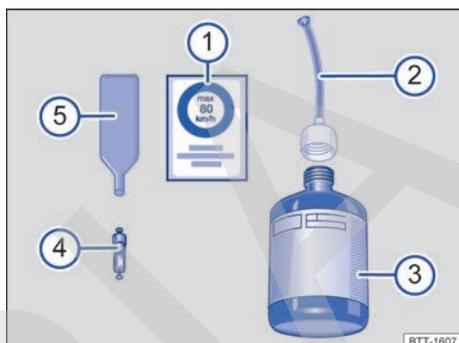

Fig. 216 Representación esquemática: componentes del kit reparapinchazos.
El kit reparapinchazos se compone de los siguientes elementos → **fig. 216:**
- ① Conmutador de encendido y apagado
- ② Tornillo de descarga de aire
- ③ Indicador de la presión de los neumáticos
- ④ Tubo de inflado
- ⑤ Conector de 12 voltios
- ⑥ Compresor de aire
El **desmontaobuses** → fig. 216 ⑤ lleva en el extremo inferior una ranura para el obús de la válvula. Solo así se puede desenroscar y volver a enroscar el obús de la válvula del neumático. Esto también vale para el obús de repuesto ④.
11. Pegue el adhesivo → fig. 216 ① del kit reparapinchazos en el tablero de instrumentos, dentro del campo de visión del conductor.
- Desenrosque el obús de la válvula con el desmontaobuses → fig. 216 ⑤ y deposítelo sobre una base limpia.
- Agite enérgicamente la botella de sellante → fig. 216 ③ unas cuantas veces.
- Enrosque fijamente el tubo de llenado → fig. 216 ② en la botella de sellante en el sentido de las agujas del reloj. El precinto de la boca de la botella se perfora automáticamente.
- Retire el tapón del tubo de llenado → fig. 216 ② e introduzca el extremo abierto en la válvula del neumático por completo.
- Enrosque nuevamente el obús en la válvula del neumático con ayuda del desmontaobuses → fig. 216 ⑤.